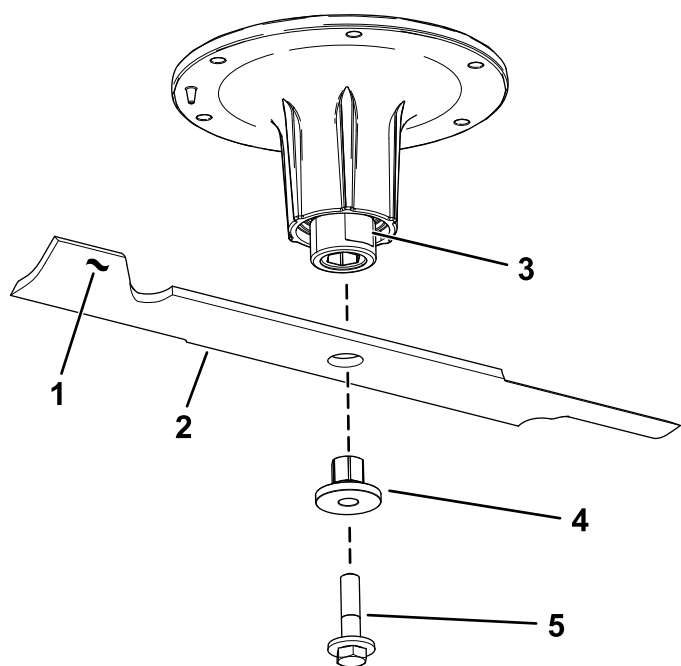

Figure 82
2. Retirez le boulon, la douille et la lame de l'axe de pivot (Figure 82).